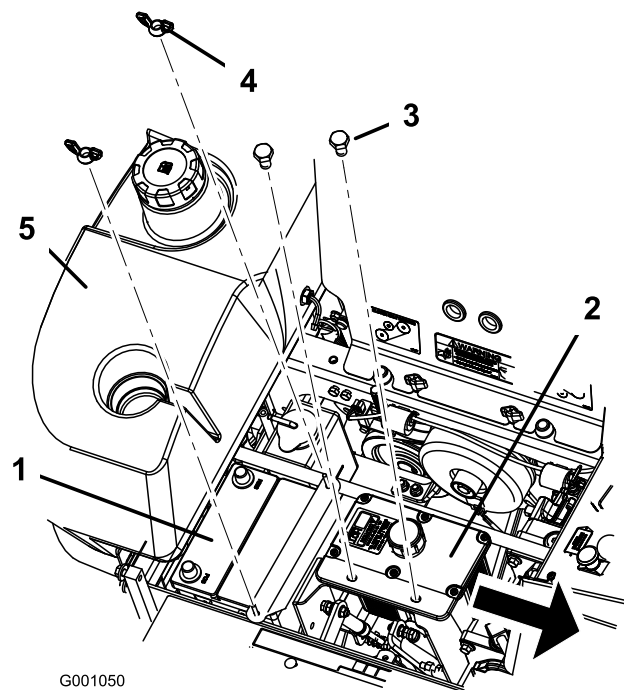

Figure 46
6. Retirez les deux écrous à oreilles (1/4 po) qui fixent la barrette de maintien de la batterie (Figure 46).
7. Retirez les deux boulons de fixation du réservoir hydraulique (Figure 46).
1. Placez la batterie dans son support en tournant les bornes à l'opposé du réservoir hydraulique (Figure 46).
6. Fixez la batterie en position avec des boulons en J, une barrette de maintien, 2 rondelles (1/4 po) et 2 écrous à oreilles (1/4 po) (Figure 46).